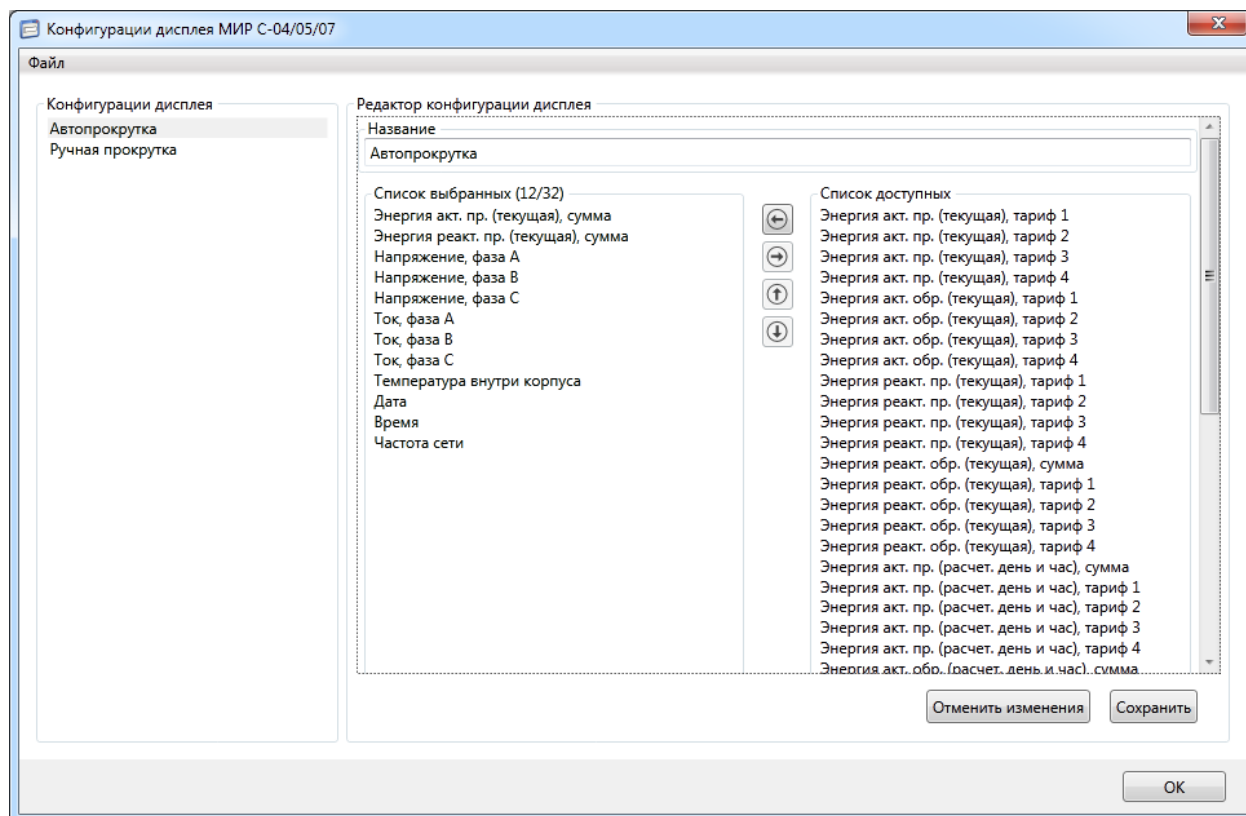

Рисунок 9.8 – Создание/редактирование конфигураций дисплея
9.5.8.5 При необходимости, создать еще одну конфигурацию, например, *Ручная прокрутка* (рисунок 9.8).